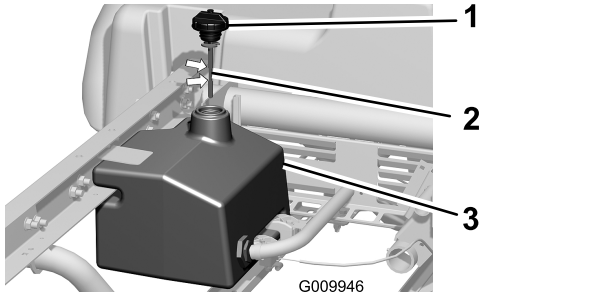

Bild 21
1. Reinigen Sie den Bereich um den Füllstutzen und den Deckel des Hydraulikbehälters (**Bild 21**).